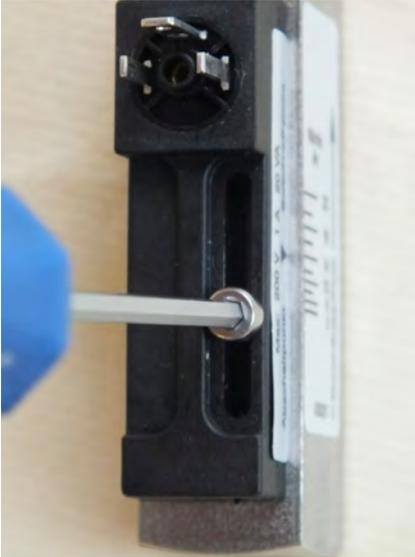

Abb. 51: Feststellschraube Schaltkontakt lösen
3.  Feststellschraube (Abb. 51) des Schaltkontaktes mit einem Sechskant-Schraubendreher herausdrehen und entfernen